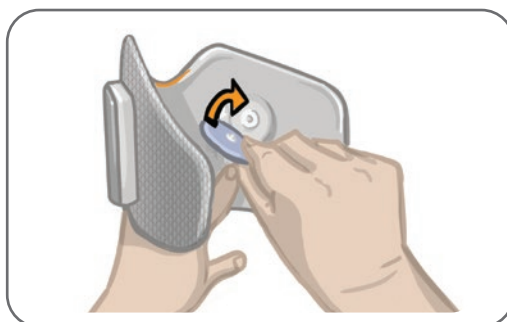

Figura 8-5: Fissaggio degli elettrodi Cloth
6. Fissare gli elettrodi Round Cloth alle basi per elettrodi (Figura 8-5). Gli utilizzatori del gambale per la parte inferiore della gamba di dimensioni normali devono accertarsi che siano presenti le protezioni ad aggancio del gambale.